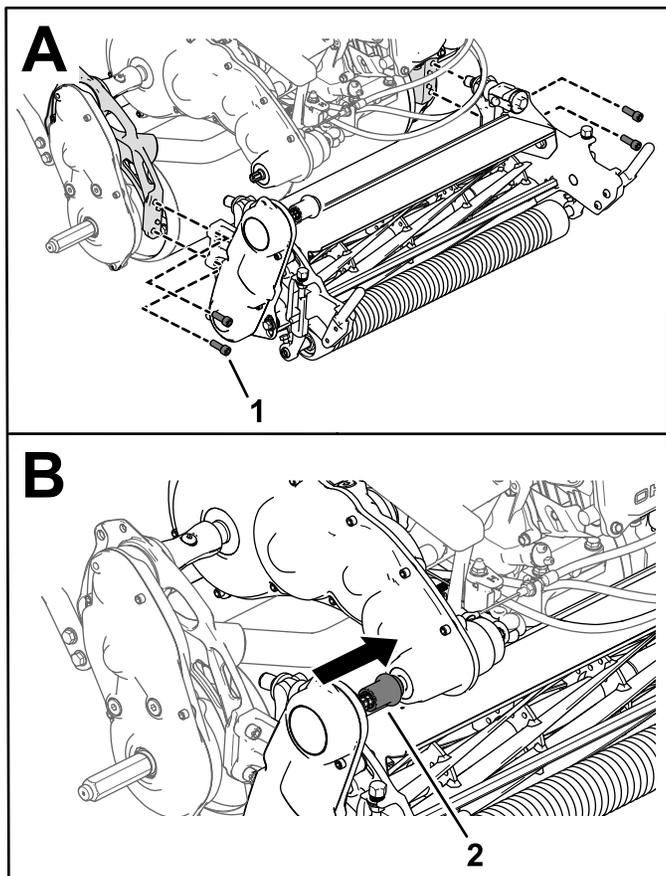

図 46
3. ソケットヘッドねじ4本でカッティングユニットをフレームに固定する 図 46。
4. カuttingユニット駆動カップラをトランスミッションの駆動シャフトに接続する 図 46。